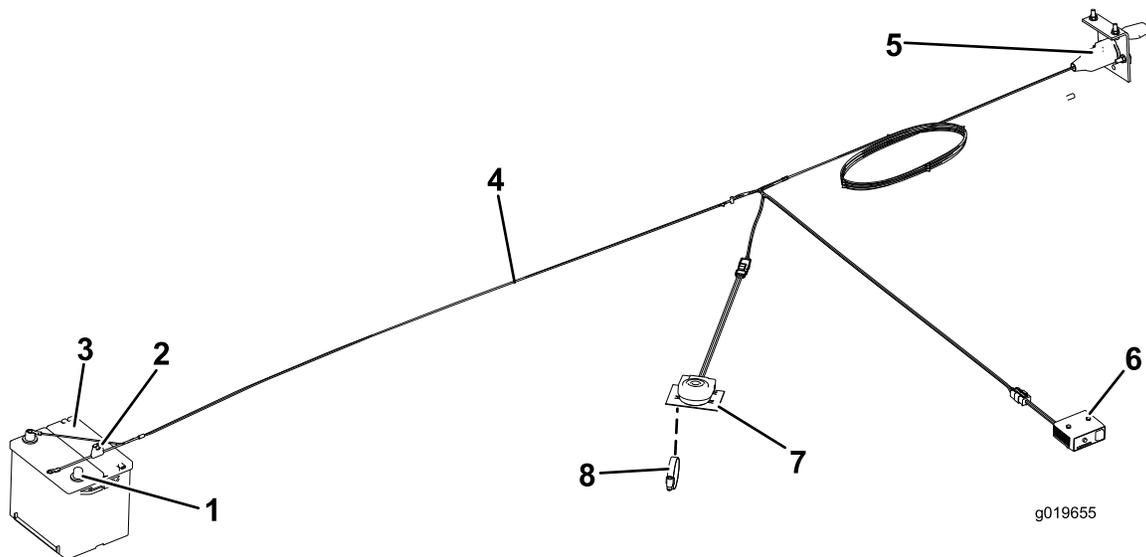

図 11
7. 以下の手順で、ハーネスを各機器に取り付ける（図 11）：